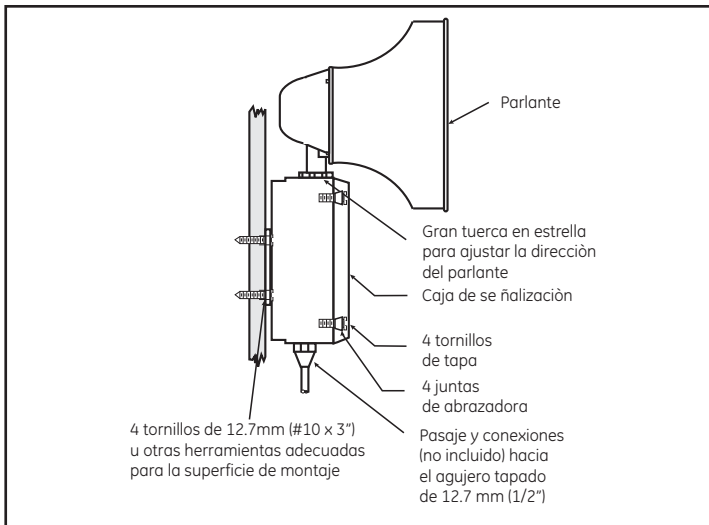

Figura 2. Montaje del Adaptatone
- Montar el Adaptatone según la descripción en la Figura 2.
6. Para ajustar la dirección del parlante, soltar la gran tuerca en estrella (Figura 2) y girar el parlante hasta la posición aproximada deseada. Volver a apretar la tuerca y girar el parlante ligeramente en el sentido de las agujas del reloj hasta que se trabé.